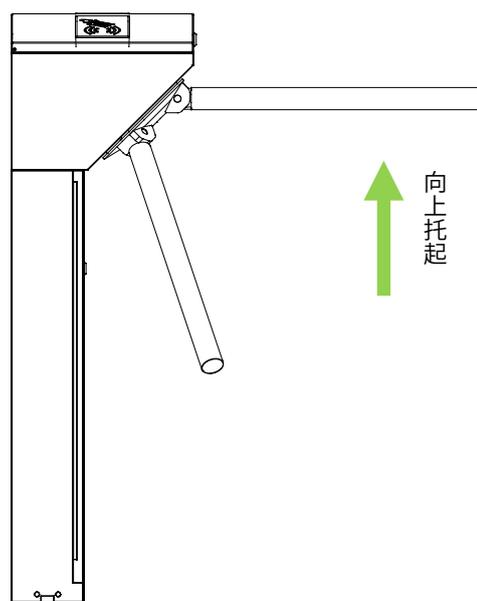

图 2-4
- ① 给本机接上临时测试电缆，输入电源 100V ~ 240V（开关电源出的电压调节）（注意：必须接地线）。
- ② 上电 5s 内必须手动起杆，等待闸机完成自检程序。
- ③ 将闸杆手动上杆，如图 2-4 所示。
- ④ 使用双向开关测试闸机是否工作正常，同时检查 LED 指示灯显示是否工作正常。如果一切正常，则可以开始土建安装程序，如发生异常，请联系您的销售商。